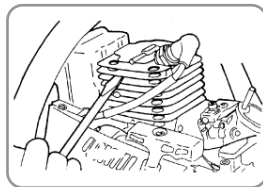

Abb. 18
a). Verwenden Sie einen Drahtbügel, um den Filter aus der Einfüllöffnung zu entfernen (Abb. 18).